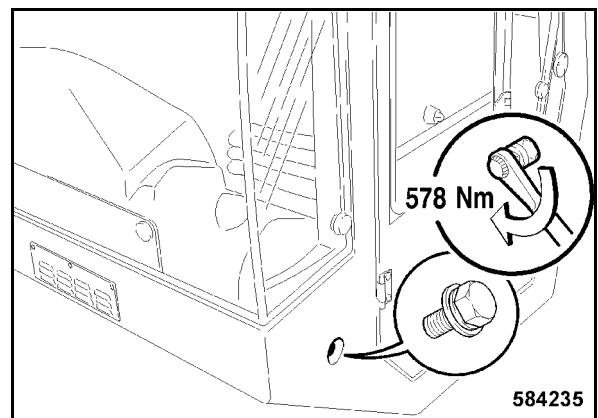

Fig. 216
- El tornillo de fijación delantero, lateral de la izquierda hay que apretar con 578 Nm (Fig. 216).